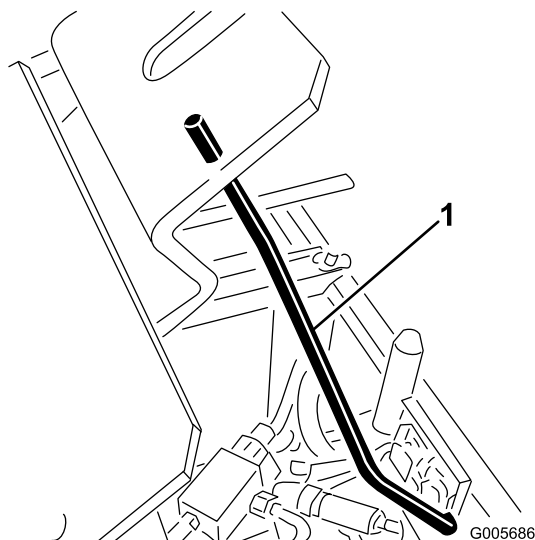

Figura 10
4. Sujete el asiento con la varilla de soporte (Figura 10).
6. Sujete el asiento con la varilla de soporte (Figura 10).